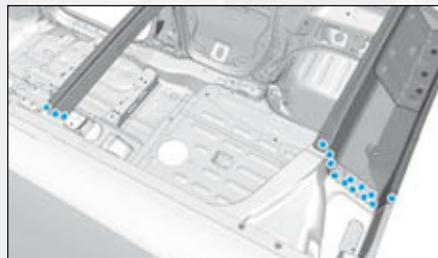

FIG.138
- Dépointer les points (Fig.138).